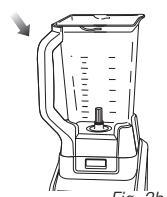

Fig. 3b
- 5 Il est possible d'insérer le pichet sur le bloc-moteur de deux façons, soit la poignée en avant vers la droite ou vers la gauche. (**Fig. 3a**, **Fig. 3b**)